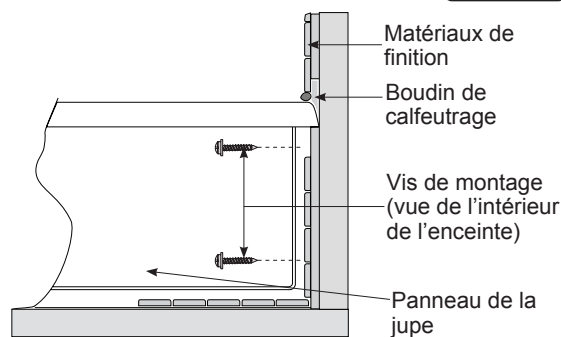

Fig. 18
1. Vissez les brides de jupe dans les poteaux muraux (Figure 18).